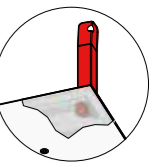

Fig. 2
Posez le panneau suivant par le haut, dans les angles de positionnement préalablement ajustés ② (Fig. 2). La pile est calée par la mise en place du deuxième panneau et peut alors être déplacée.